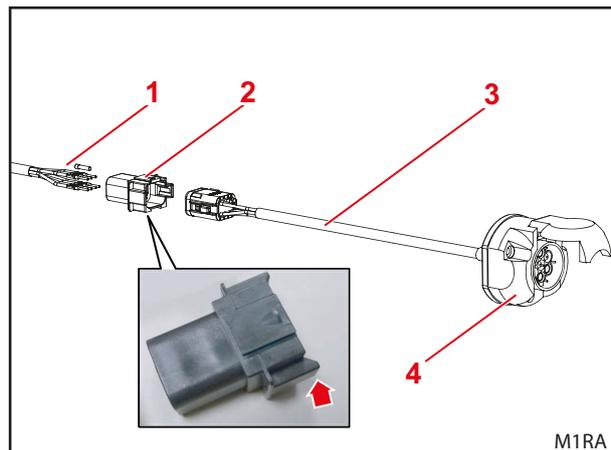

Abb. 37 8-poliger Steckverbinder mit „Nasen“ zum Anschluss eines Adapterkabels mit 7-poliger Steckdose
- 8-poliger Steckverbinder mit „Nasen“ (roter Pfeil in Abb. 37) zum Anschluss eines Adapterkabels mit 7-poliger Steckdose.